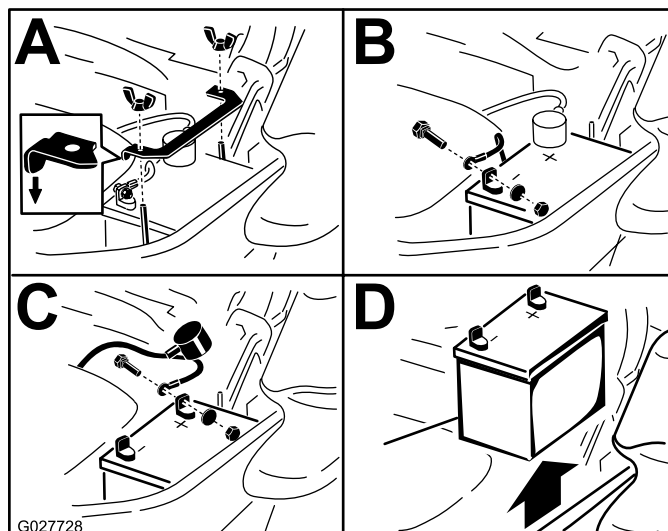

Figura 56
3. Primero desconecte el cable negativo (negro) del borne negativo (-) (negro) de la batería (Figura 56).
4. Retire la cubierta de goma roja del borne positivo (rojo) de la batería y retire el cable positivo (+) (rojo) (Figura 56).
5. Retire la tuerca de orejeta que sujeta la abrazadera de la batería (Figura 56).
6. Retire la abrazadera (Figura 56).
1. Coloque la batería en la bandeja, con los bornes frente al depósito de aceite hidráulico (Figura 56).
4. Fije los cables con 2 pernos, 2 arandelas, y 2 contratueras (Figura 56).
6. Instale la abrazadera y sujétela con la tuerca de orejeta (Figura 56).